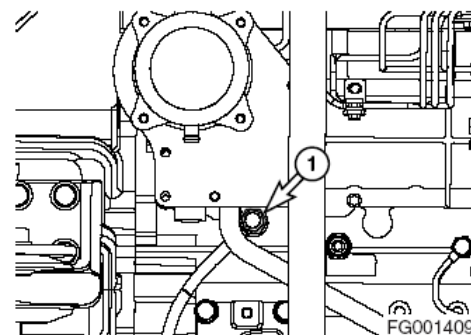

Рис. 92
4. Извлечь заглушку сливного крана охлаждающей жидкости (1, рис. 92) из двигателя.